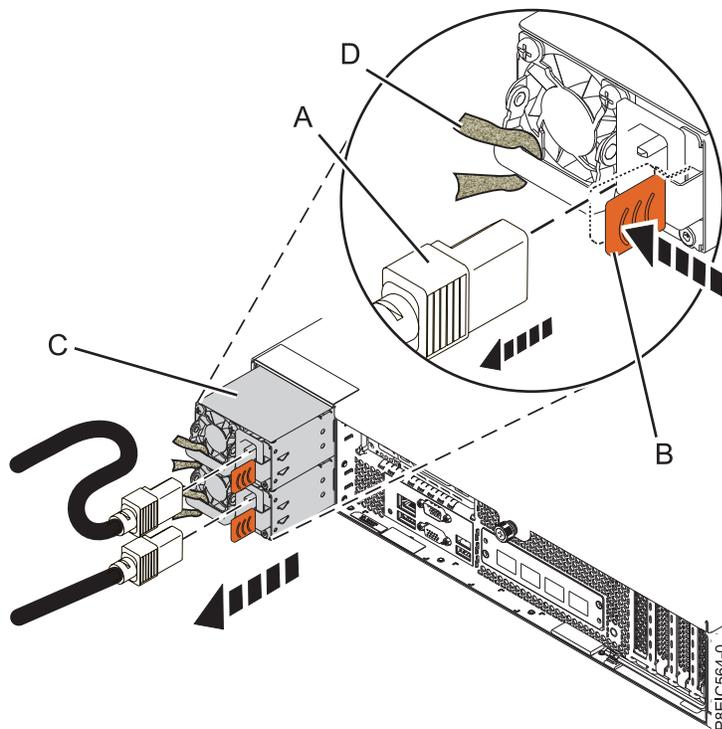

Figura 58. Extracción de una fuente de alimentación del sistema
- a. Para desenganchar la fuente de alimentación de su posición en el sistema, presione la pestaña de sujeción (B) en la dirección que se muestra. Consulte la Figura 58.
- b. Sujete el asa de la fuente de alimentación con una mano y tire de la fuente de alimentación (C) fuera del sistema unos 5 cm.